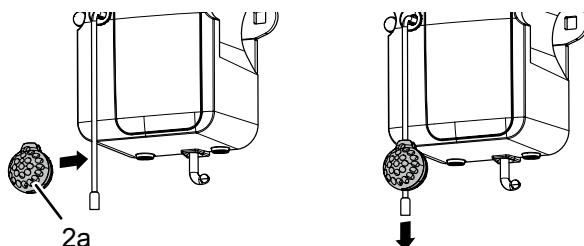

Fig. 10: Enlèvement de la protection anti-effraction
Tenez le câble spirale (25) vertical vers le haut comme il est indiqué à la fig. 10. L'allongement max. du câble à l'horizontale ne doit pas dépasser le triple de sa longueur initiale. Coindez le câble dans le collier mural (22) au point d'inflexion. Appliquez le collier (22) contre le mur et marquez le point de fixation. Percez le trou, installez la cheville (20) et vissez le collier (22) en place avec la vis (12).